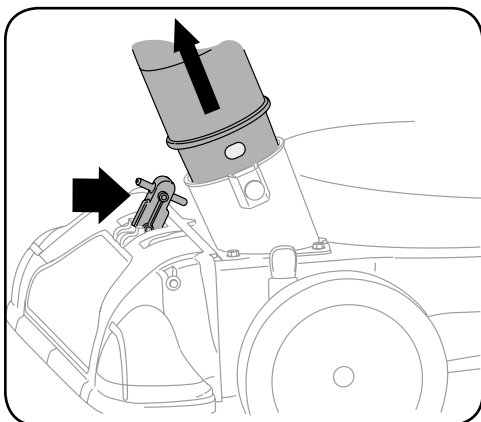

Рисунок 4-4
1. Для осуществления всасывания через сопло переведите имеющийся на сопле рычаг переключения между соплом и шлангом в верхнее положение. См. рисунок 4-4.
2. Для осуществления всасывания через сопло подпружиненный палец должен находиться в первом отверстии (ближайшем к концу трубы) переходника шланга. См. рисунок 4-4.